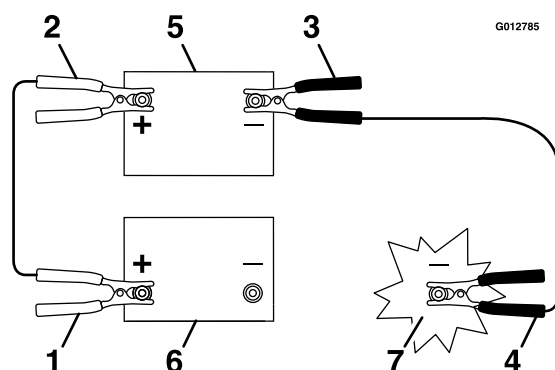

Figure 40
3. Connectez le câble positif (+) à la borne positive (+) de la batterie à plat qui est reliée au démarreur ou au solénoïde, comme montré à la Figure 40.